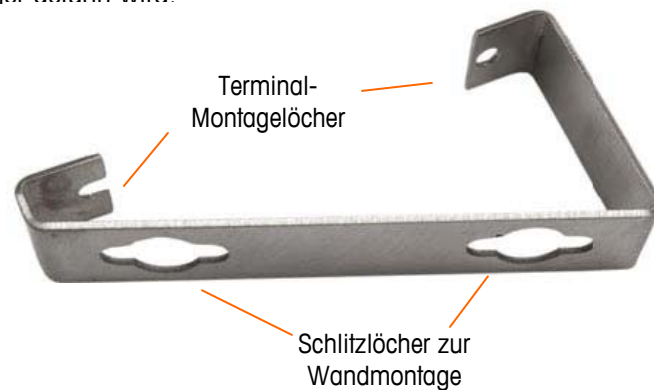
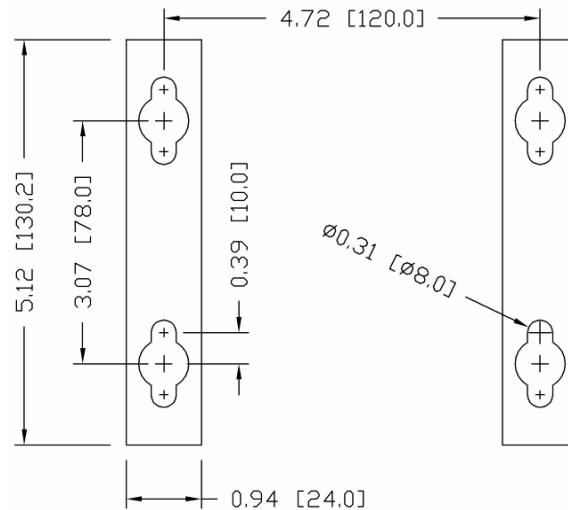

Abbildung 2-9: Wandmontagehalterung
Abbildung 2-11: Montagelochmuster
Nach Befestigung der Halterungen an der Wandoberfläche kann das Gehäuse mit den vier M5-Schrauben, die im Lieferumfang des Terminals enthalten sind, montiert werden. Eine Halterung ist in Abbildung 2-9 mit den Schlitzlöchern dargestellt. Die Schrauben werden festgezogen, indem ein Schraubendreher durch die Schlitzlöcher geführt wird.
Die Position der Montagelöcher gemäß den in Abbildung 2-11 in Inch und [mm] gezeigten Abmessungen auf der vertikalen Oberfläche markieren. Sie können auch das Terminal an die Oberfläche halten und die Markierungen durch die Montagewinkellöcher vornehmen.
8. Jeden Bolzen so weit zurückschrauben, dass genügend Platz für den Kopf und die Flachscheibe bleibt, um in die obere Mitte einer der Schlitzlöcher in den Montagehalterungen einzugreifen (siehe Abbildung 2-9 und Abbildung 2-10).
6. Die Bolzen so weit zurückschrauben, dass genügend Platz für die Bolzen und die Unterlegscheiben bleibt, um in die obere Mitte einer der Schlitzlöcher in den Montagehalterungen einzugreifen (siehe Abbildung 2-9 und Abbildung 2-11).
Schraube und Unterlegscheibe installieren und dabei eine ausreichend große Lücke für das Schlitzloch in der Halterung lassen – siehe Abbildung 2-9 und Abbildung 2-11.
Die Löcher in den Terminal-Halterungen über die Befestigungsmittel positionieren und das Terminal so fest nach unten schieben, dass jedes Befestigungsmittel und jede Unterlegscheibe in die Schlitzlöcher in der Halterung eingreift (siehe Abbildung 2-9).